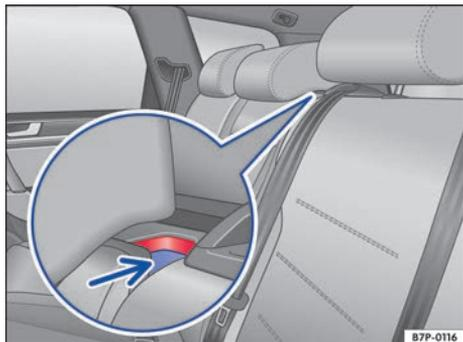

Fig. 121 En el respaldo del asiento trasero: tecla de desbloqueo pulsada con marca roja.
- Levante la parte central del respaldo hasta que encastre. La marca roja de la tecla de desbloqueo → fig. 121 (flecha) ya no deberá verse.